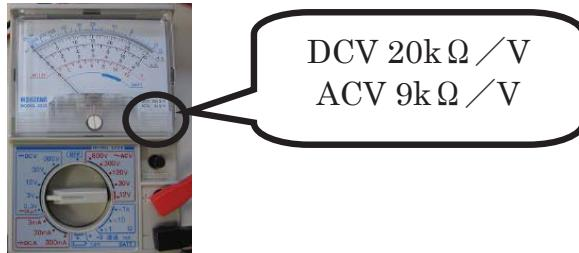
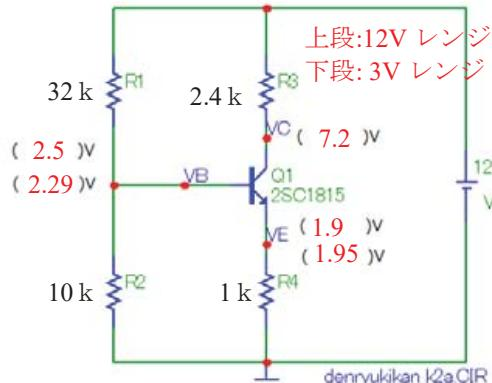

図1 使用テスターと内部抵抗
図2 測定結果
- (1) アナロゲテスターを使い、内部抵抗を意識させた測定を行う。図1はテスターの実物であり、このテスターで測定した結果が図2である。